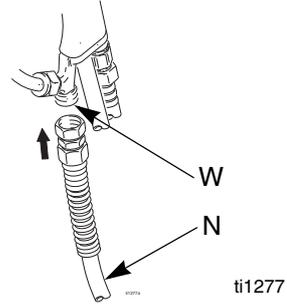

FIG. 6
4. Conecte la línea de fluido a la entrada de fluido de la pistola (W) 3/8 npsm (FIG. 6).